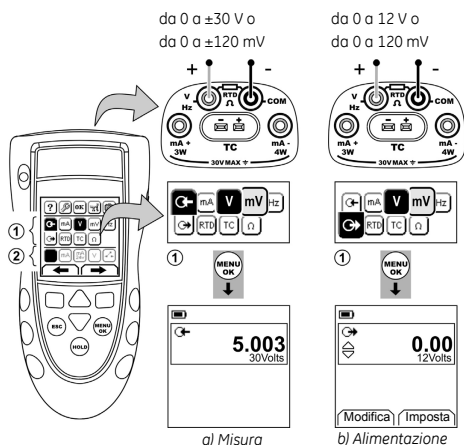

Figura 4: Esempio di configurazione - per misurare/alimentare in V o mV (Area 1)
1. Collegare lo strumento (Figura 4 / 5) e, se necessario, modificarne il Setup (Tabella 1).